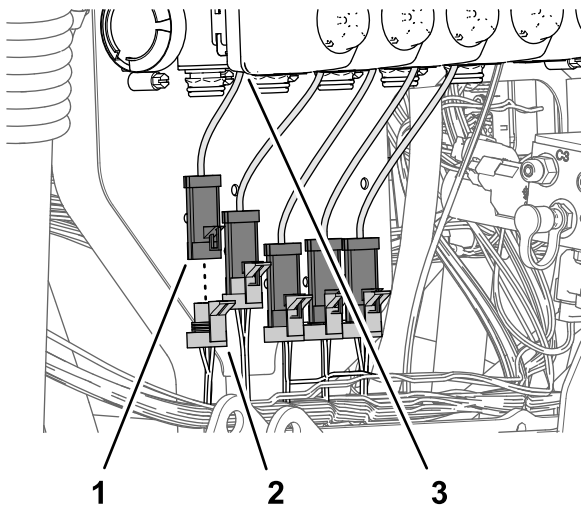

Рисунок 115
2. Подсоедините 3-гнездовой разъем (Рисунок 115) ответвления жгута проводов длиной 89 см из комплекта с маркировкой NOZZLE VALVE 1 (клапан сопла 1) к 3-штыревому разъему самого левого привода клапана (положение 1).
3. Подсоедините 3-гнездовой разъем (Рисунок 115) ответвления жгута проводов длиной 89 см из комплекта с маркировкой NOZZLE VALVE 2 (клапан сопла 2) к 3-штыревому разъему привода клапана (положение 2).
4. Подсоедините остальные 3-гнездовые разъемы ответвления жгута проводов длиной 89 см из комплекта к 3-штыревым разъемам приводов клапанов (Рисунок 115).